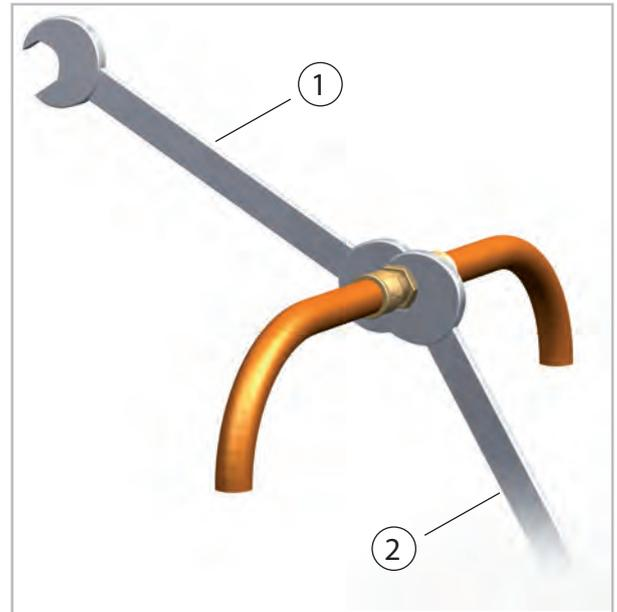

Abb. 39: Verschraubungen anziehen
11. ▶ Befestigen Sie nun endgültig die Verschraubungen mit 2 Maulschlüsseln geeigneter Schlüsselweite. Halten Sie während des Schraubens auf jeden Fall mit einem Maulschlüssel gegen (Abb. 39).